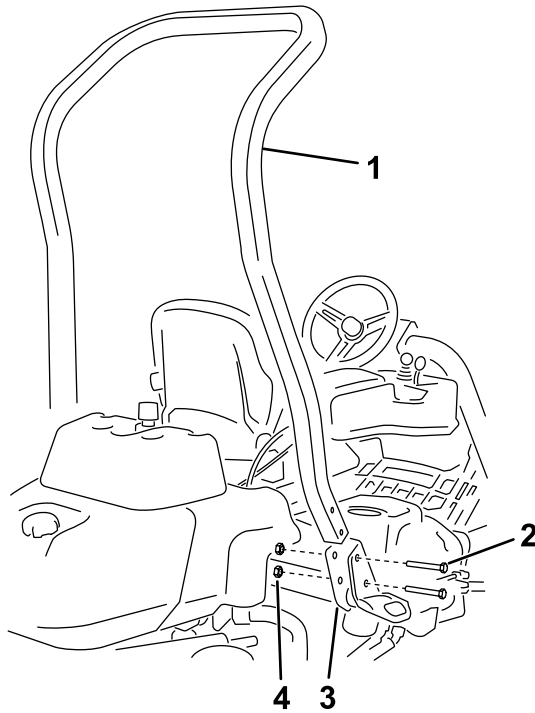

図3
3. ROPS ブラケットに ROPS バーを取り付けるボルト $\frac{1}{2}$ " x $3\frac{3}{4}$ " 4本、フランジナット $\frac{1}{2}$ " 4個を使って **図3**のように取り付ける。